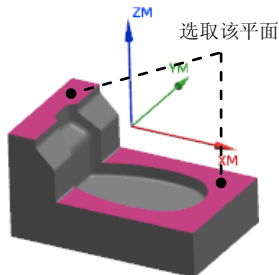

图 2.8 指定切削区域
Step2. 选取图 2.8 所示的面为切削区域(共 2 个面)，在“切削区域”对话框中单击 **确定** 按钮，完成切削区域的创建，同时系统返回到“底面壁”对话框。